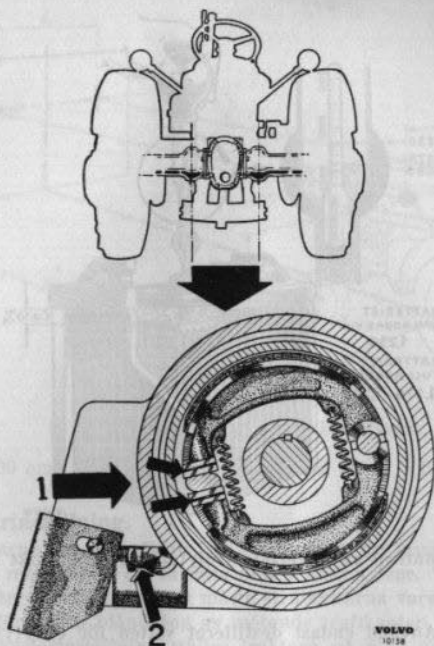

Bild 32. Justering av handbromsen.
Inställning av bromsbackarna utföres enligt bild 32. Mindre justeringar kunna utföras med justeringsmuttern (2), vilken är åtkomlig, sedan skyddskåpan över den bortmonterats. För att möjliggöra större justeringar och därigenom fullständig nedslitning av bromsbanden, kunna mellanläggsbrickor (1) placeras mellan excentertappens slitplattor och bromsbackarnas ändar.